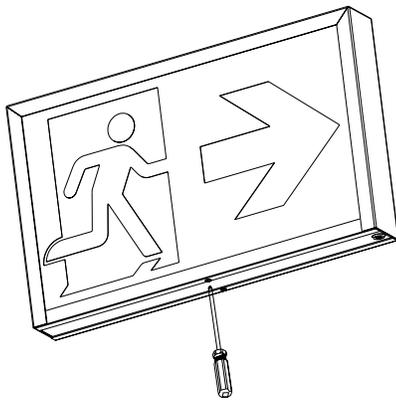

Figure 1
1. Slide out the pictogram by removing the screw on the bottom side of the unit (see Fig. 1).
1. Slide out the pictogram by removing the screws on the bottom side of the unit (see Fig. 1).
2. Remove the (3) KO's on top of the housing.
5. Determine if the Adapter Plate will be needed for proper orientation of the exit sign. If it is needed, install it on the J-Box with (2) TM8#-32*1" screws.
1. Slide out the pictogram by removing the screws on the bottom of the unit (see Fig. 1).
1. Retirer le pictogramme en enlevant la vis située sur la partie inférieure de l'appareil (voir Fig. 1).
1. Faites glisser le pictogramme en retirant les vis situées sur la partie inférieure de l'unité (voir Fig. 1).
2. Retirez les (3) débouchures sur le dessus du boîtier.
1. Faites glisser le pictogramme en retirant les vis situées sur la partie inférieure de l'appareil (voir Fig. 1).